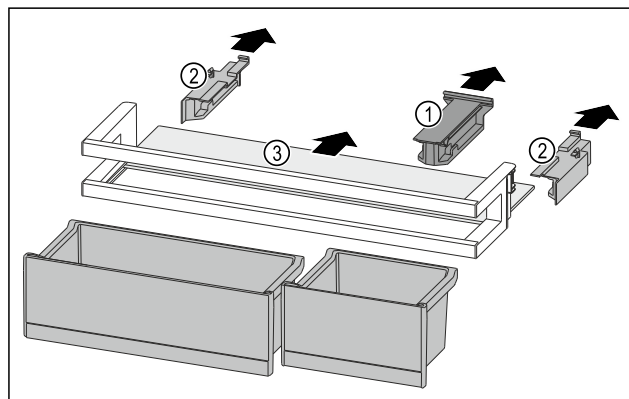

Fig. 222
- Držák Fig. 222 (1) stáhněte.
- Boční díly Fig. 222 (2) stáhněte.
- Odkládací plochu Fig. 222 (3) odeberte.